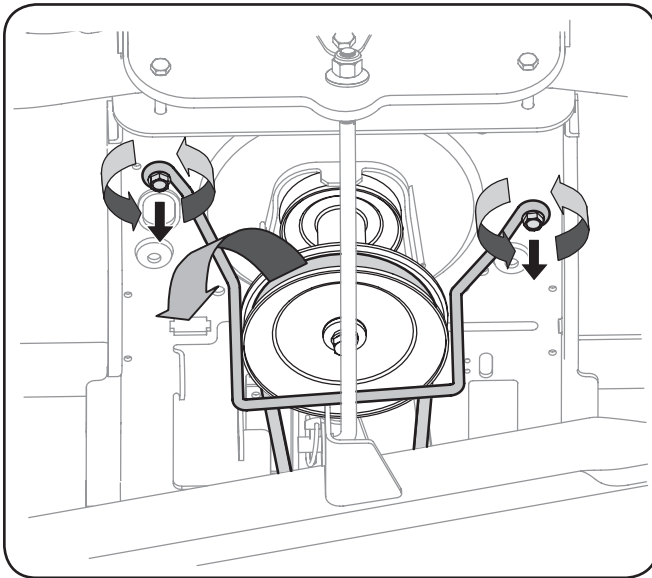

Figure 7-1
3. Busque la toma de fuerza de embrague bajo la parte frontal del tractor. Ver Figure 7-1.
4. Retire la cinta de la guardia y el cinturón de la siguiente manera Refiérase a la Figure 7-1:
12. Replace the belt guard. See Figure 7-1.